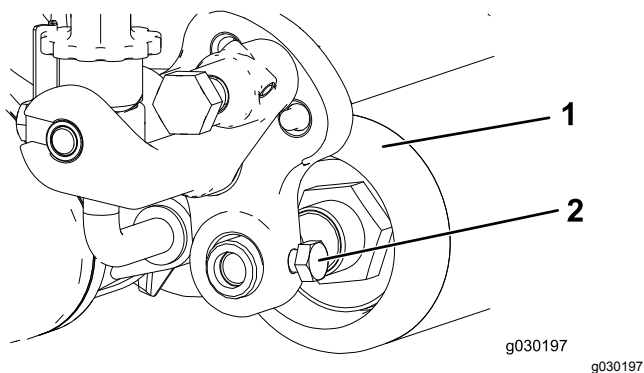

Рисунок 27
2. Отпустите болт крепления валика к рычагу высоты скашивания (Рисунок 27).